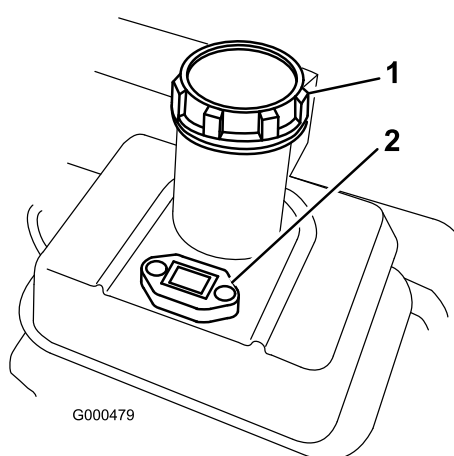

Figura 15
1. Pulite l'area intorno al tappo del serbatoio del carburante e togliete il tappo (Figura 15). Rabboccate il serbatoio carburante con benzina